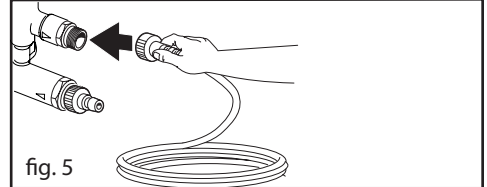

fig. 5
1. Yüksek basınç hortumunu makinenin yüksek basınç çıkışına bağlayın (fig. 5). TR